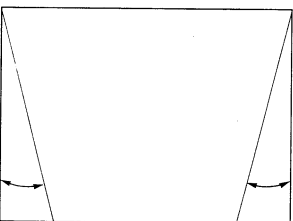

Bild 8
- Stellen Sie die Trapezoide 1 so ein, daß Sie eine Bedingung erhalten wie es im Bild 8 erscheint.